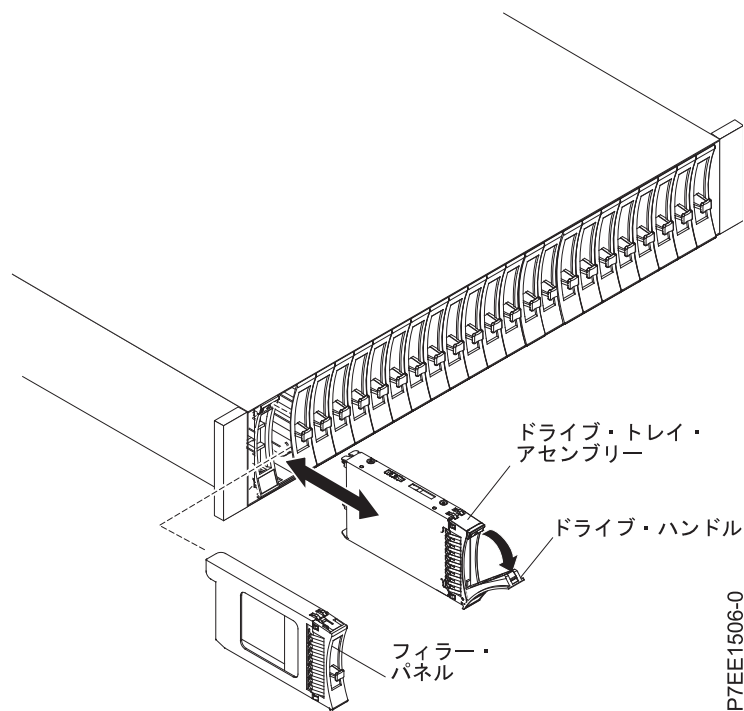

図 53. 5887 ディスク・ドライブ・エンクロージャーからのドライブの取り外し
4. ドライブの前部をつかみ、ドライブの底部を支えながら、スロットから引き出します。 59 ページの図 53